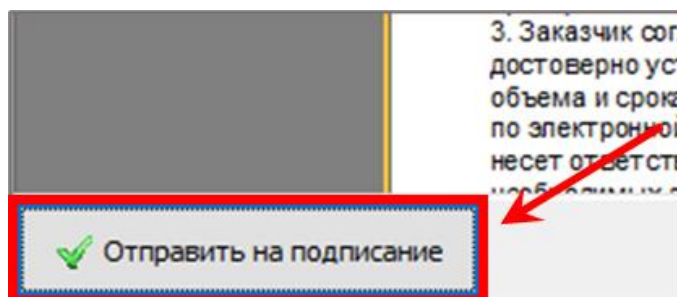

рис. 210
- Откроется окно предварительного просмотра документа **Договор-заявка**. На нижней панели окна нажмите кнопку **Отправить на подписание** (рис. 210).